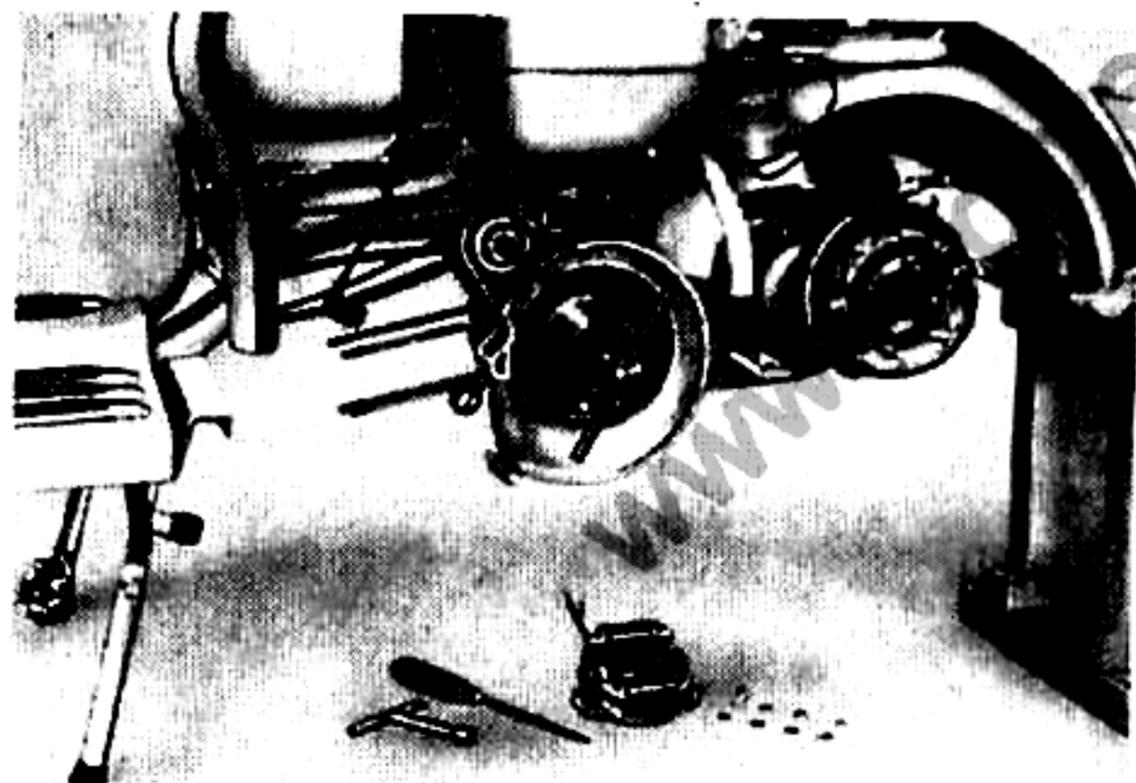

Fig. 18
- 32 Smontare la flangia volano: svitare i tre dadi di fissaggio (chiave da 10) ed estrarre la flangia servendosi dell'estrattore (attrezzo n. 58903) fissato sulla flangia a mezzo di due delle tre viti che fissano la piastra porta indotti. Vedi fig. 18.